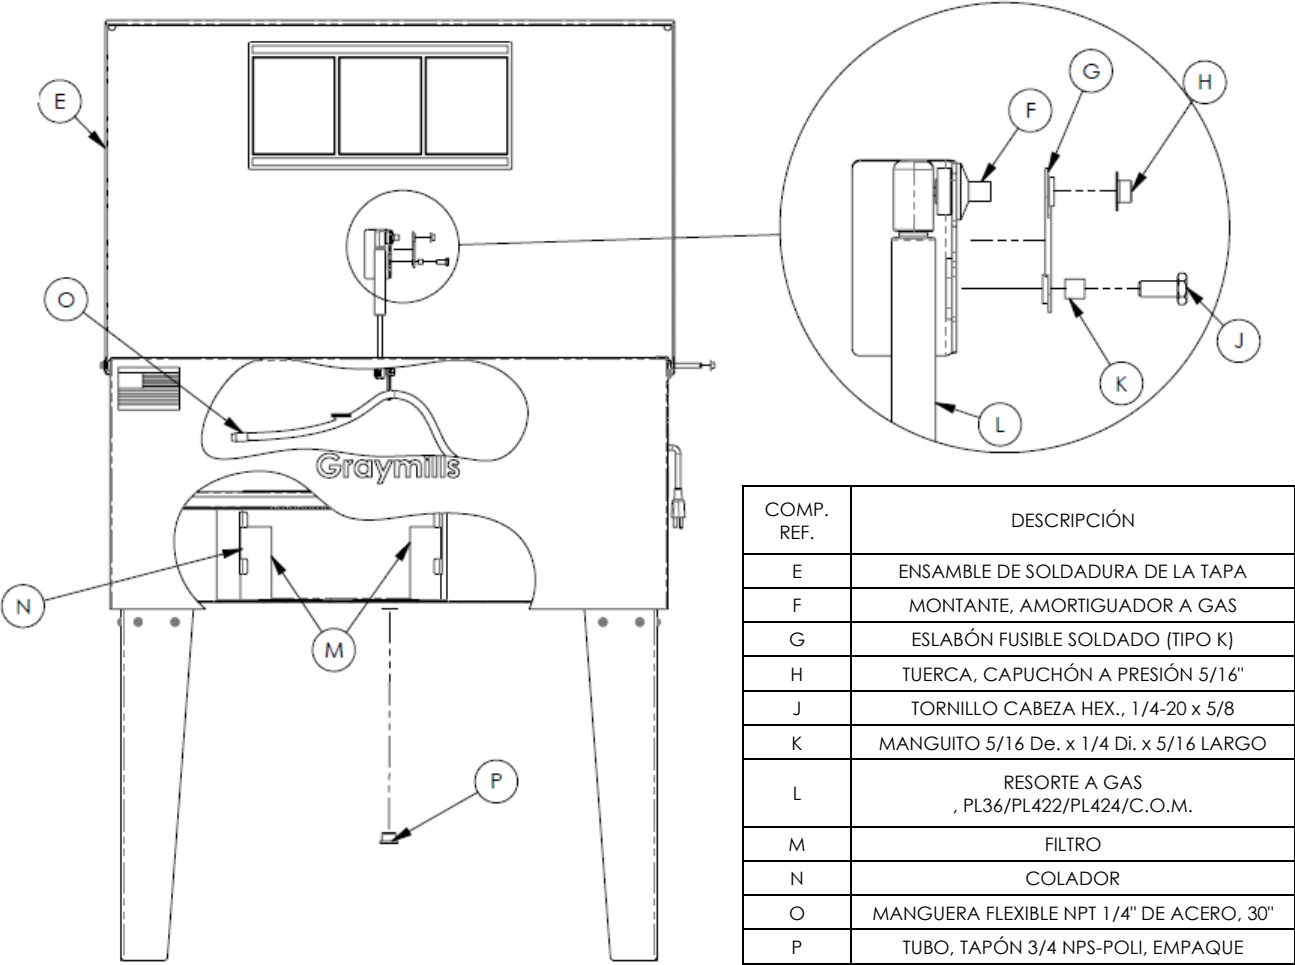

FIGURA 2
Abra la tapa de seguridad automática (FIGURA 2 (E)) de su Handi-Kleen y notará que se levanta con una sola mano de manera sencilla y fácil. No hay nada que conectar ni que desconectar para abrir o cerrar la tapa.
La tapa de su Handi-Kleen está equipada con un resorte a gas de dos vías (FIGURA 2 (L)) que también
incluye un eslabón fusible (FIGURA 2 (G)). Cuando se abre, el mecanismo de la tapa sostiene la tapa en un ángulo ligeramente inclinado hacia adelante. Este ángulo es necesario a fin de asegurar que el eslabón fusible de la tapa cumpla su función en el improbable caso de incendio en el depósito. En caso de un incendio, el eslabón fusible se fundirá a 165 °F, permitiendo que la tapa se cierre de golpe y reduciendo el aporte de oxígeno al incendio.
Para el modelo PL364, el colador (FIGURA 2 (N)) se asienta sobre el piso del depósito, y en el modelo PL424 se engancha en el respaldo del depósito, debajo del estante de trabajo y se quita fácilmente para su limpieza. El solvente fluye desde una manguera flexible (FIGURA 2 (O)) sobre el estante de trabajo y se drena a través de las ranuras en la parte trasera del estante de trabajo hacia el colador ubicado en la parte trasera intermedia del depósito. Los sedimentos pesados caen hacia el fondo del contenedor rectangular. Luego el solvente fluye a través de la almohadilla filtrante (FIGURA 2 (M)) y retorna hacia el depósito.
Para prolongar la vida del líquido, el colador recolector de lodos (FIGURA 2 (N)) y los bloques de espuma filtrantes (FIGURA 2 (M)) deben limpiarse regularmente. Al menos una vez a la semana, saque, drene los lodos y enjuague el elemento filtrante.
- Quite la manguera flexible (FIGURA 2 (O)) del soporte en "L", diríjala por sobre los lados del depósito hacia un contenedor adecuado y utilizando la bomba extraiga todo el solvente excepto la última pulgada.
- Abra el drenado (FIGURA 2 (P)) ubicado en el centro del fondo del depósito para permitir que los residuos de lodo drenen a una bandeja de desechos.